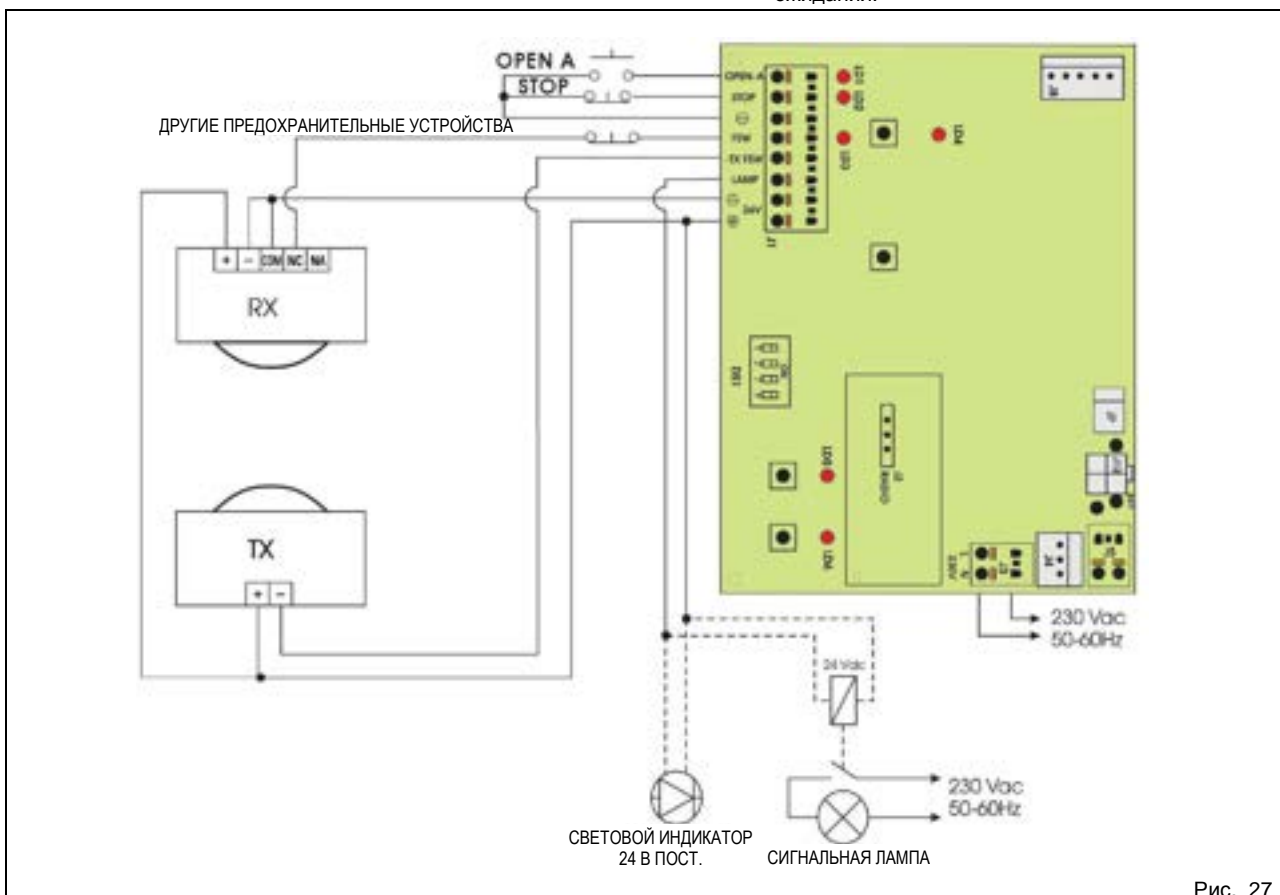

Рис. 27
- Выполнить электрические соединения, как показано на рис. 27.